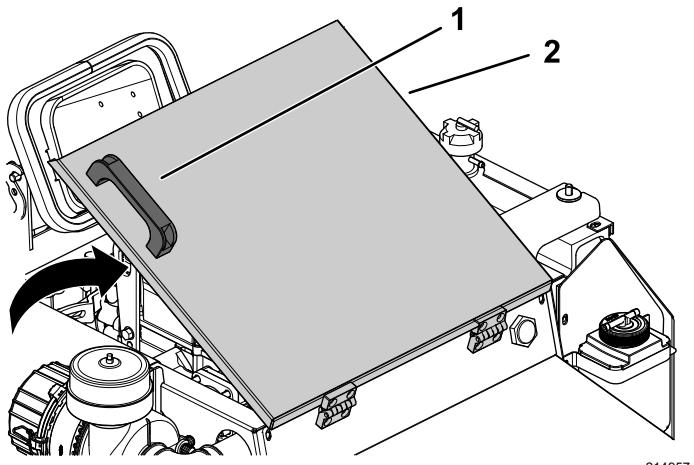

図 57
- エンジンアクセスカバーについている取っ手でカバーを持ち上げると、エンジンにアクセスできるようになる **図 57**。